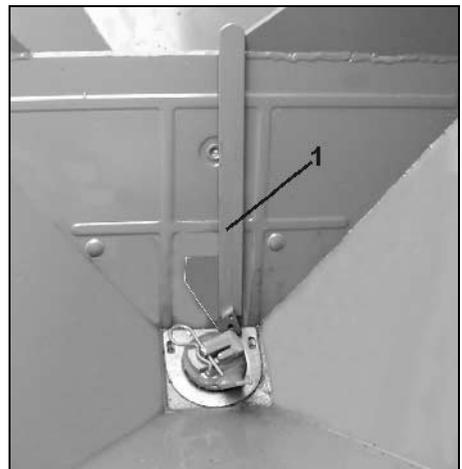

Fig. 60
- In den jeweils freigegebenen Öffnungsquerschnitt muss sich die Einstell-Lehre (Fig. 60/2) leicht einpassen lassen.